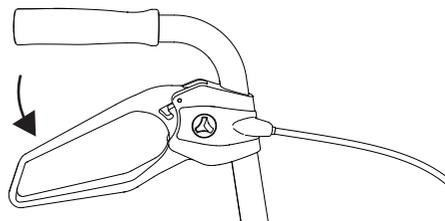

Fig. 6
1. Pour bloquer les freins (frein de stationnement), poussez les leviers de frein vers le bas (Fig. 6). Ils s'enclenchent de manière perceptible.